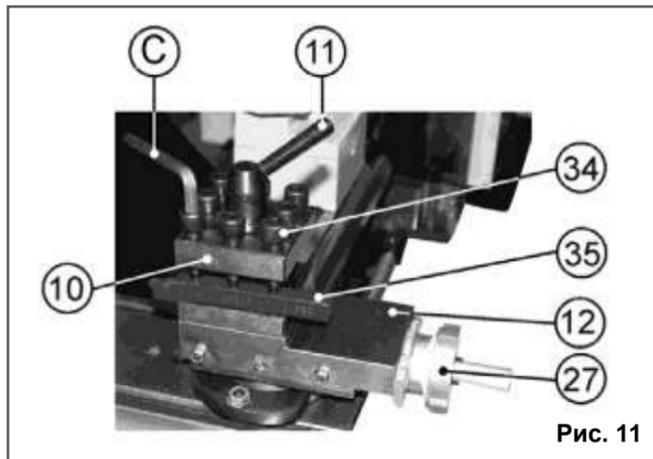
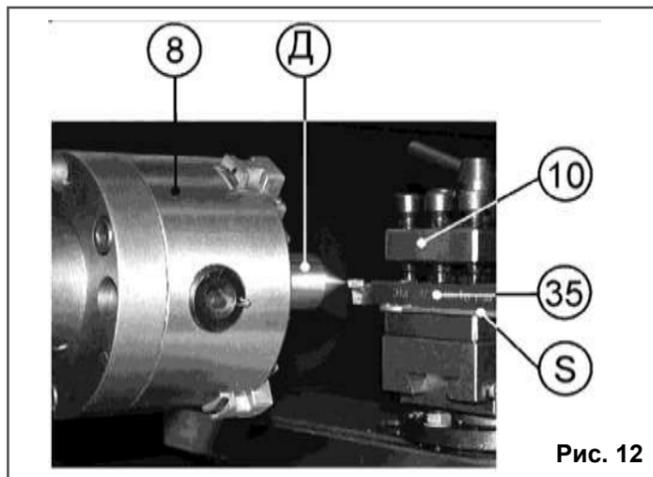
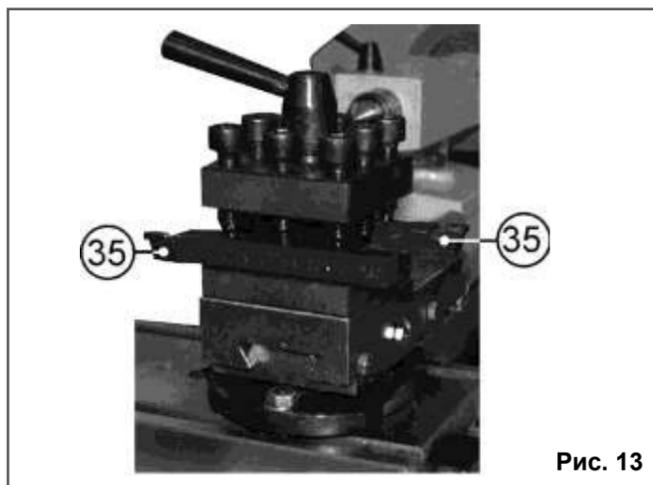

Рис. 11
Рис. 12
Рис. 13
10.1.8. Используя шестигранный ключ (С), Рис. 1, выкрутите 3 болта (34), установите необходимый для предполагаемой операции резец (35) в резцедержатель (10), равномерно с достаточным усилием закрутите три болта (34), Рис. 11. Убедитесь, что режущая часть головки резца (35) находится по центру диаметра заготовки. Положение резца (35) проверьте по центру (Д), зажатом в трёхкулачковом самоцентрирующемся патроне (8). Вылет головки резца должен быть примерно 10 мм, но не превышать 15 мм (не должен превышать полторы высоты державки резца). По мере необходимости при установке резца (35) используйте подкладки (S) разной толщины. Допускается использовать только одну подкладку, Рис. 12.
10.1.9. Для ускорения и удобства работы можно установить в резцедержателе (10) параллельно, но направленные в противоположные стороны головками, два резца (35), Рис. 13, при условии, что оба резца (35) в резцедержателе (10) закрепляются тремя болтами (34), Рис. 11.
положение резцедержателя (10), повернув ручку фиксации резцедержателя (11) в обратном направлении с определенным усилием, Рис. 11.